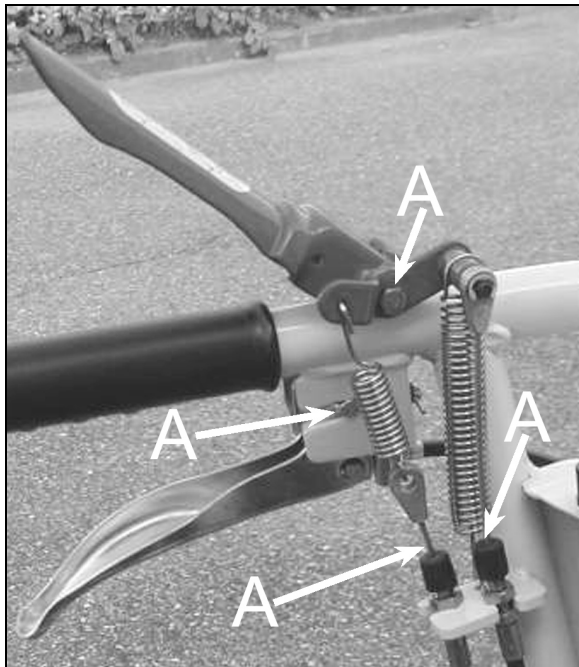

Figure 19
- Articulation des commandes de décrabotage et de la commande d'avancement, leviers et câbles (figure 19, repère A)